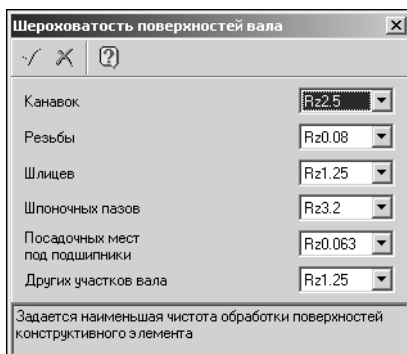

Рис. 8.7.
1. Вызовите со страницы главного меню модуля расчета валов и подшипников команду **Сервис – Шероховатость поверхностей вала**. Раскроется одноименное команде окно (рис. 8.7).